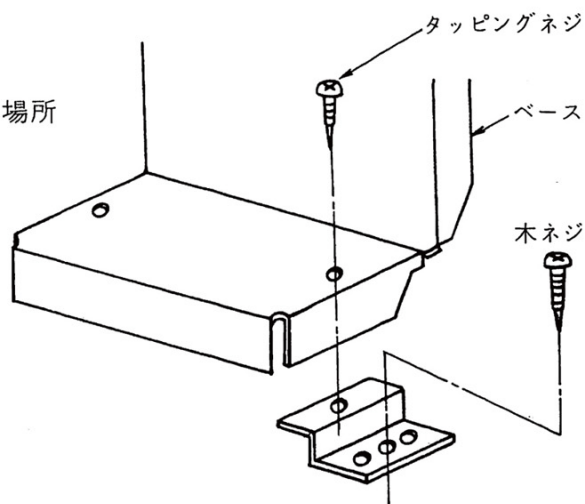

図1. 固定金具の取付方法
1. フロントカバーをはずし図1のように固定金具を添付のタッピングネジでベースに固定します。
付図1 M-3C専用線レピータ概観図